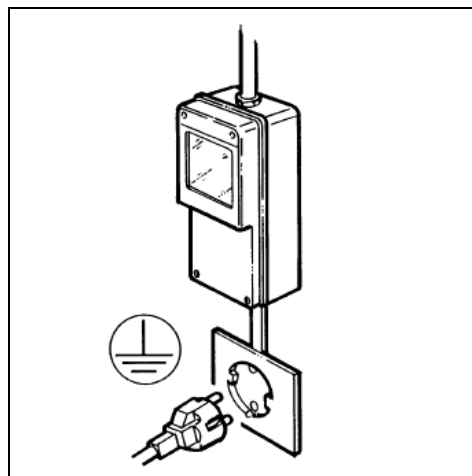

Fig. 15
- Accertarsi che il collegamento sia effettuato ad un impianto dotato di un efficace messa a terra come previsto dalle vigenti normative di sicurezza (fig.15). Il costruttore non può essere quindi considerato responsabile per eventuali danni causati dalla mancata messa a terra dell'impianto.
- E' indispensabile, per una corretta e sicura installazione, predisporre un'apposita presa comandata da un interruttore magnetotermico con distanza d'apertura dei contatti uguale o superiore a 3mm, conforme alle vigenti normative nazionali di sicurezza (fig.15).